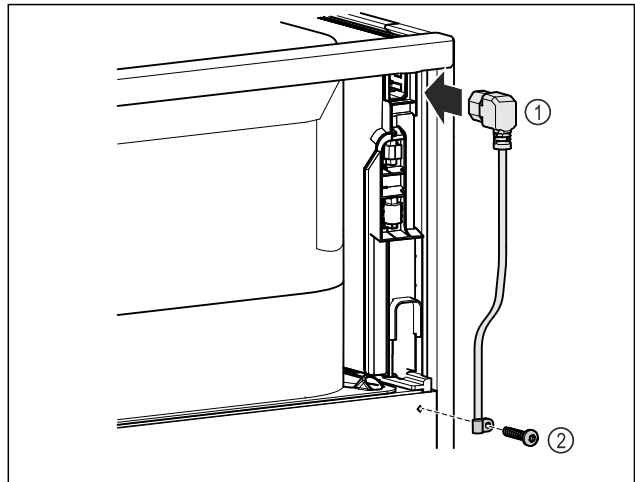

Fig. 43
- Kaltgerätebuchse der Netzanschlussleitung Fig. 43 (1) auf der Rückseite des Gerätes einstecken.
- Zugentlastung montieren. Fig. 43 (2)